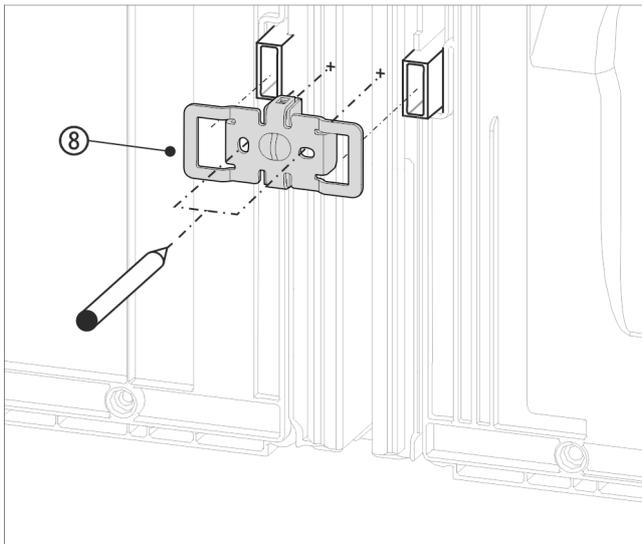

Fig. 17 Représentation à titre d'exemple
- Pousser l'équerre Fig. 17 (8) avec les cavités sur le logement des supports d'espacement muraux.